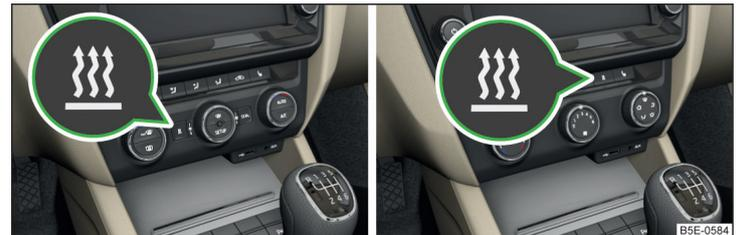

Abb. 140 Taste für direktes Ein-/Ausschalten der Zusatzheizung (Standheizung und -lüftung) auf dem Bedienteil der Climatronic / manuellen Klimaanlage
- ▶ Manuell mit der Symboltaste  auf dem Bedienteil der Climatronic oder der manuellen Klimaanlage » Abb. 140.
Bei aktiviertem automatischem Einschalten leuchtet nach dem Ausschalten der Zündung für etwa 10 Sekunden die Kontrollleuchte in der Symboltaste  auf » Abb. 140.